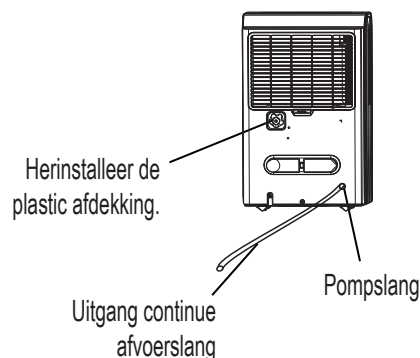

Fig. 11
- Verwijder de continue afvoerslang uit het toestel en plaats de plastic afdekking op de uitgang voor de continue afvoerslang door met de klok mee te draaien (zie Fig.11).
- Plaats de pompslang minimaal 15 mm diep in de uitgang voor de pompafvoer (zie Fig.11), waarna u de waterslang naar de vloerafvoer of een geschikte afvoervoorziening leidt.